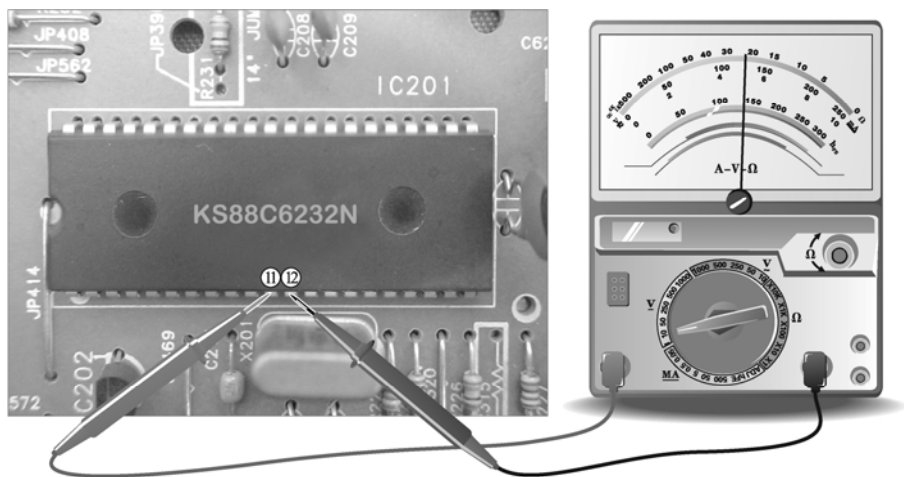

图 4-41 检测 KS88C6232N①脚的 5 V 供电电压
由表 4-4 可知，微处理器 IC201 (KS88C6232N) 的①脚为电源电压输入端，正常时该引脚应有+5V 的电压。检测时，用万用表的黑表笔接微处理器的接地引脚②脚或地线，红表笔接微处理器的供电端①脚，具体操作如图 4-41 所示。由万用表指针读数可知，实测该处电压值为 5V，表明微处理器供电电压正常。